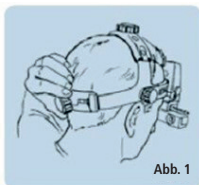
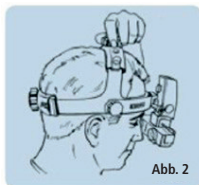

Abb. 1
Abb. 2
Passen Sie die Größe (A) Abb. 1 und die Höhe (B) Abb. 2 an, sodass das Instrument bequem um den und am Kopf sitzt.